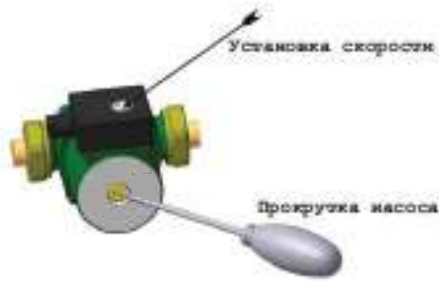

Рис. 24
8.4 В начале отопительного сезона перед запуском прибора необходимо проверить, не заблокирован ли вал циркуляционного насоса отложениями или накипью. Для этого снимите лицевую панель (1) рис. 1, предварительно отсоединив блок управления (3), в соответствие с п. 4.3, затем отвинтите защитный колпачок и поверните вал двигателя с помощью отвертки по стрелке (рис.24). Установите защитный колпачок на место. Первый пуск насоса проведите на максимальной скорости. Работа может быть выполнена без привлечения специалиста сервисного центра.